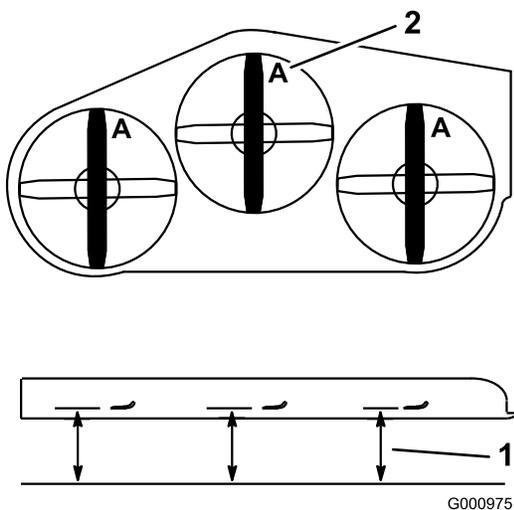

Figure 96
3. Tournez les lames dans le sens longitudinal (Figure 96). Mesurez la distance entre la surface plane et le tranchant (position A) des lames (Figure 96). Notez cette valeur.